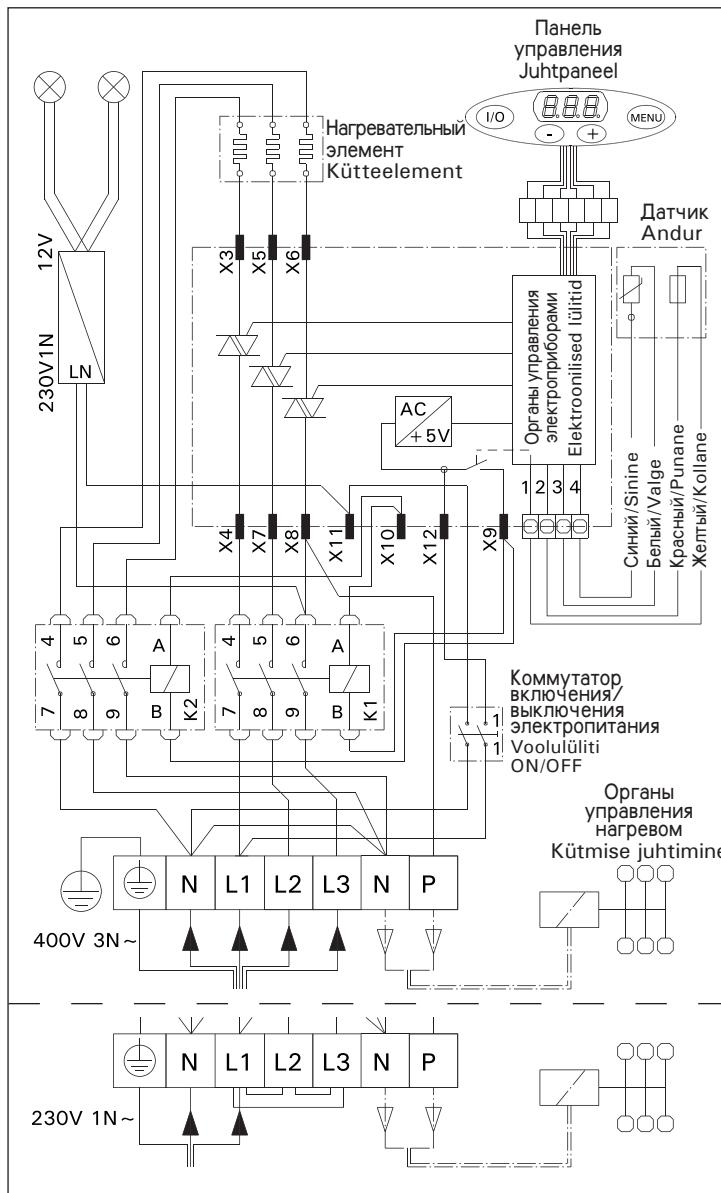

Рисунок 7. Подключение каменок FU
Кроме разъемов питания каменки FU оснащены также разъемом (P), который делает возможным управление электрическим нагревом. (см. рис. 7).